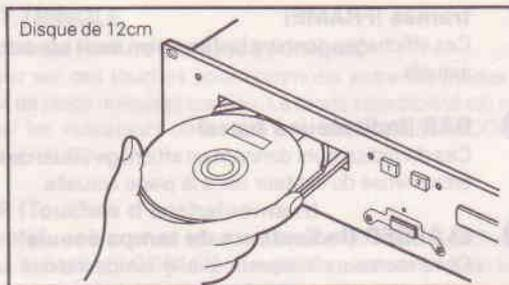
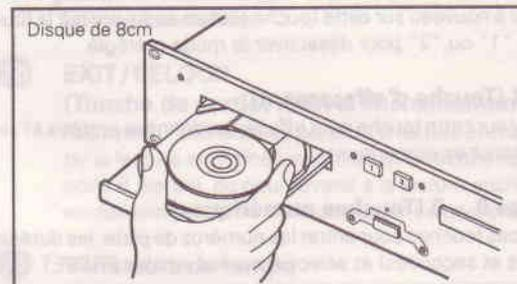

Figure 6
Figure 7
**3 FONCTIONNEMENTS DE BASE****(1) Ouverture et fermeture du réceptacle de disque et chargement de disques****① Ouverture et fermeture du réceptacle de disque**
**② Chargement de disques**
- Lorsque des disques de 12 cm sont utilisés, placer le disque dans les guides de tiroir extérieur (Figure 6), et lorsque des disques de 8 cm sont utilisés, les placer correctement dans les guides de tiroir intérieur (Figure 7).